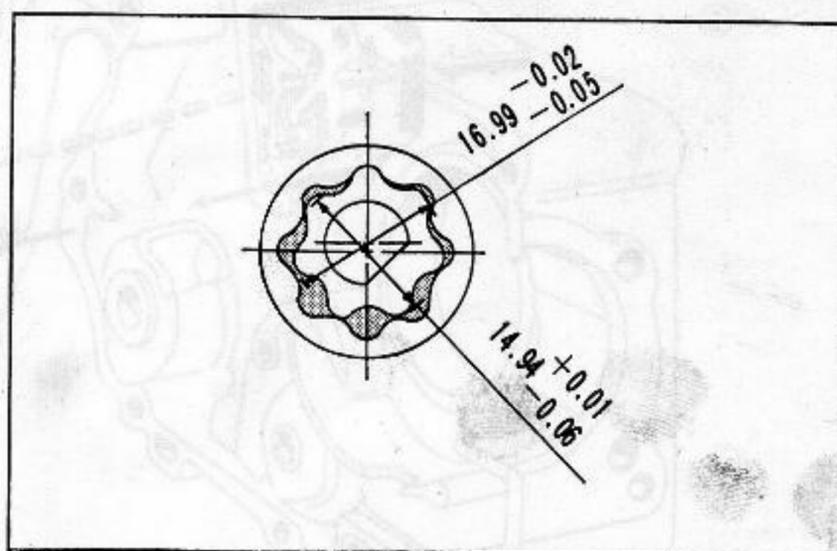

Abb. 3.67 Spiel der Rotorverzahnung
- (3) Spiel der Rotorverzahnung (Abb. 3.67)